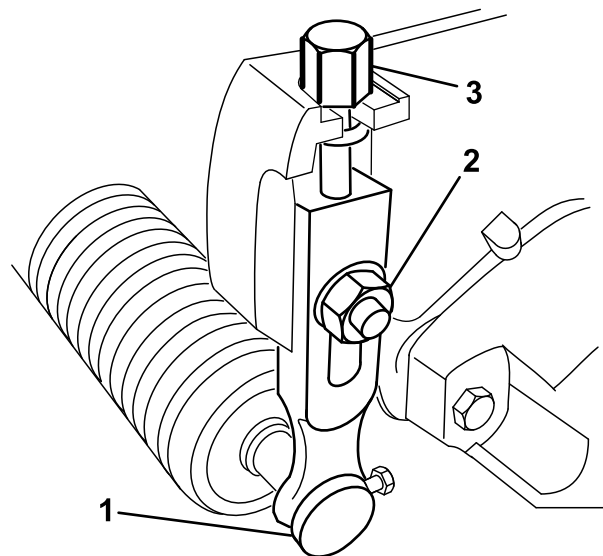

Figure 9
1. Desserrez les contre-écrous qui fixent les bras de réglage hauteur de coupe aux plaques latérales de l'unité de coupe (Figure 9).